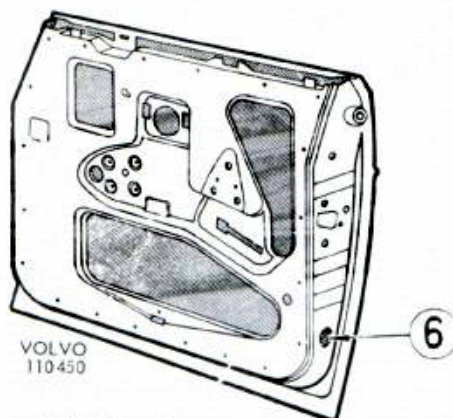

Bild 5. Dörr
Knopp för innerhandtag och plastkåpa i innerpanel demonteras. Alternativt kan hål borrar i dörrens bakre gavel, se pos 6 bild 5.